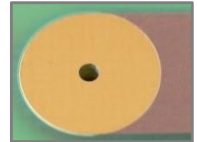

图 1
- 焊接效果和由此产生的保持力取决于最佳焊盘几何形状。在 IPC TM 650 测试方法的基础上，焊盘尺寸已根据 FR4 上铜层的粘合强度与元器件进行了专门匹配，因此一般无需采取进一步的布局设计措施 (图 1)。